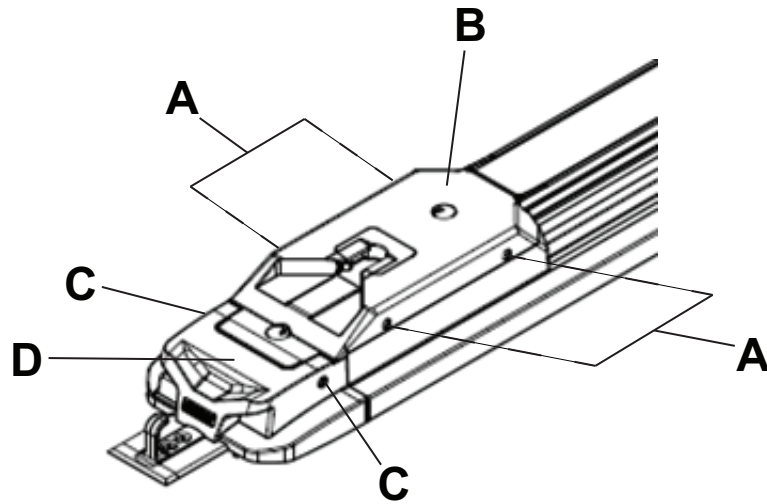

図 13 – 足側端部カバーアセンブリの組み立て
9. T27 Torxドライバーを使用して、足側端部カバーアセンブリ（B）を移動に固定している4本の袋ねじ（A）を取り外します（図 13）。ネジを保管しておきます。
10. T27 Torxドライバーを使用して、足側端部カバーアセンブリを足側端部ノーズアセンブリ（D）に固定している2本の丸押さえネジ（C）を取り外します（図 13）。ネジを保管しておきます。